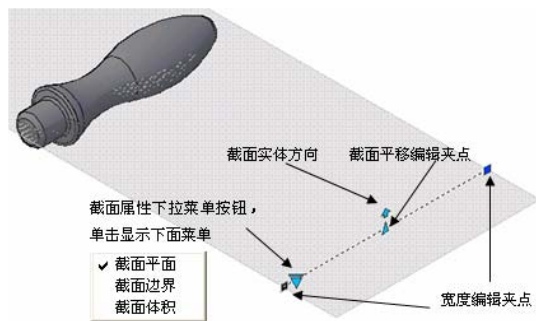
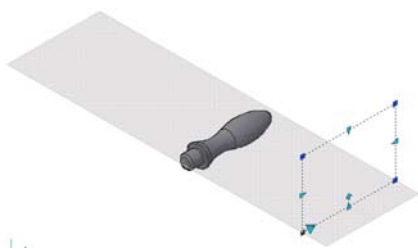
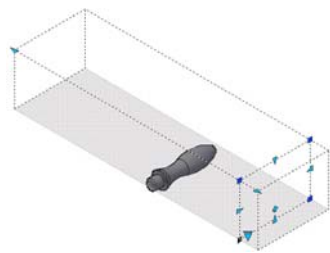

图 10-56 截面编辑夹点
图 10-57 截面边界
图 10-58 截面体积
单击活动截面平面，显示编辑夹点，如图 10-56 所示，其功能分别介绍如下：
4) 截面属性下拉菜单按钮：单击该按钮，显示当前截面的属性，包括截面平面（如图 10-56 所示）、截面边界（如图 10-57 所示）、截面体积（如图 10-58 所示）3 种，分别显示截面平面相关操作的作用范围，调节相关夹点，可以调整范围。